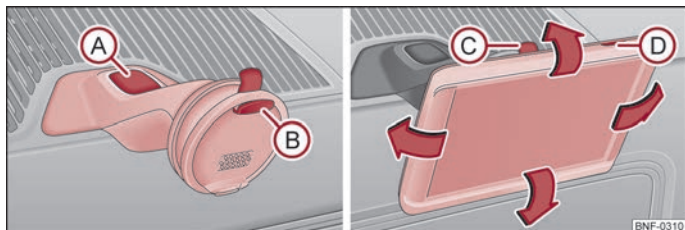

Bild 70 Navigationshjälpmedel och navigationshjälpmedlets fäste
- Sätt först in navigationshjälpmedlet i den övre fattningen (B) ⇒ bild 70 och tryck det mot undersidan av fästet tills det klickar i. ⇒
- Lutningen kan ställas in genom att röra navigationsapparaten i pilens riktning ⇒ bild 70 till önskat läge ⇒
- Tryck med andra handen på upplåsningsknappen (C) ⇒ bild 70 och lossa utrustningen.
- Tryck med andra handen på upplåsningsknappen (A) ⇒ bild 70.
- Starta navigationshjälpmedlet genom att trycka på knappen (D) ⇒ bild 70.